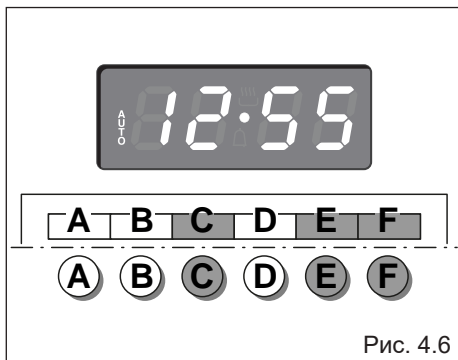

Рис. 4.6
2. Для установки времени окончания приготовления нажмите на кнопку "С" (появится время приготовления, уже прибавленное к времени на часах) и кнопки "F" (рис. 4.6); В случае если вы пропустите необходимое время, вы можете вернуться, нажав на кнопку "E".